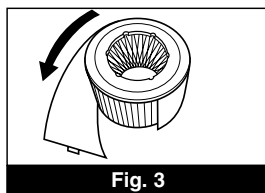

Fig. 3
Étape 7 : Enrouler soigneusement le préfiltre autour du filtre HEPA de façon que les extrémités se rejoignent (Fig. 3). Réunir les extrémités au moyen de l'attache fournie.